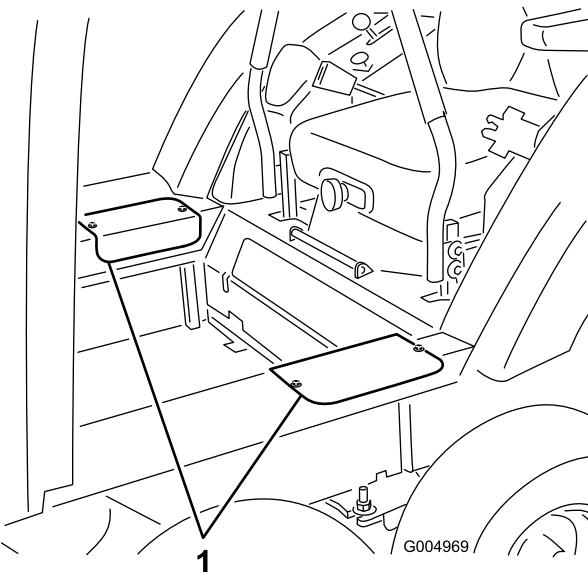

Figura 76
- Retire los dos tornillos que sujetan cada tapa de acceso lateral, y retire las tapas (Figura 76).